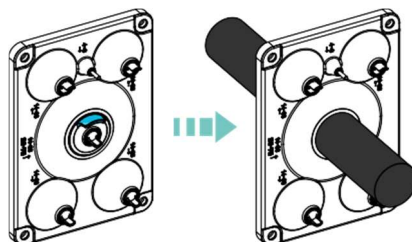

Figura 4-7b. Pasaje de cable de exterior de 3 o 4 núcleos
- Para cables de exterior de tres o cuatro núcleos, consulte la Figura 4-7b.